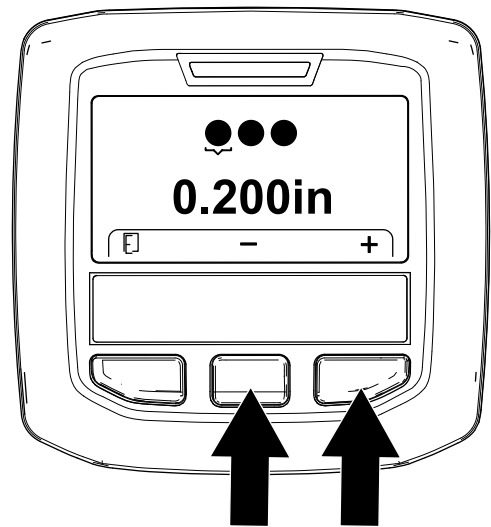

Figura 59
5. Reglați diametrul dinților (Figura 59) după cum urmează: